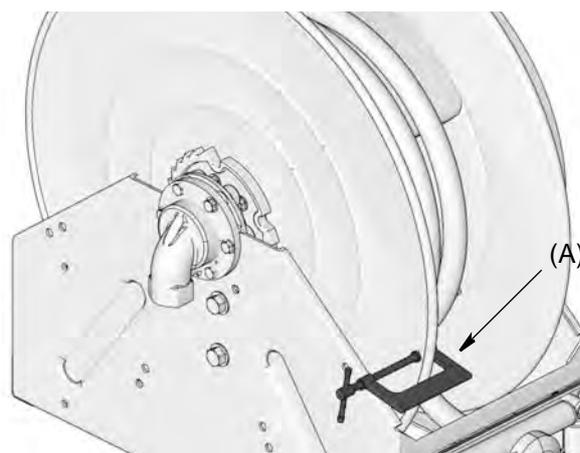

FIG. 13
3. Fije una abrazadera en C (A) en la bobina del carrete como se muestra en la FIG. 13 para evitar que el carrete se destrabe accidentalmente y gire libremente.
12. Fije firmemente una abrazadera en C (A) en la brida del carrete como se muestra en la FIG. 13 para evitar que el carrete se destrabe accidentalmente y gire libremente.